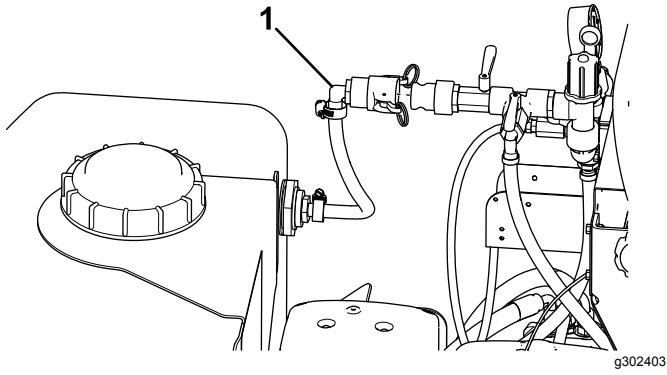

Figura 17
3. Conecte la manguera de la parte superior del depósito auxiliar a la válvula de retorno y tire de los brazos hacia atrás para sujetarla (Figura 17).